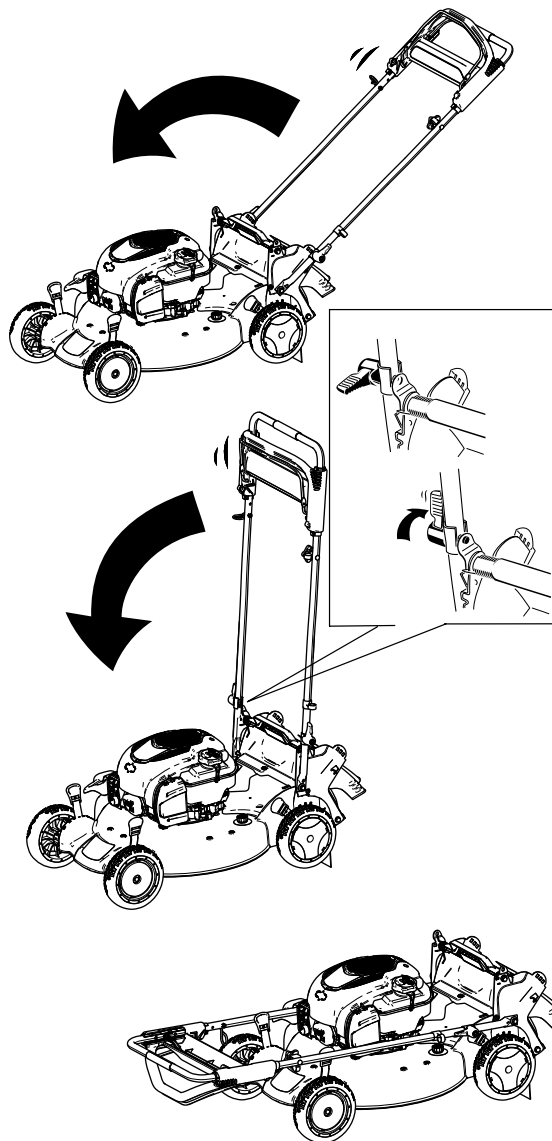

Figura 36
2. Fate ruotare la stegola in avanti (Figura 36).